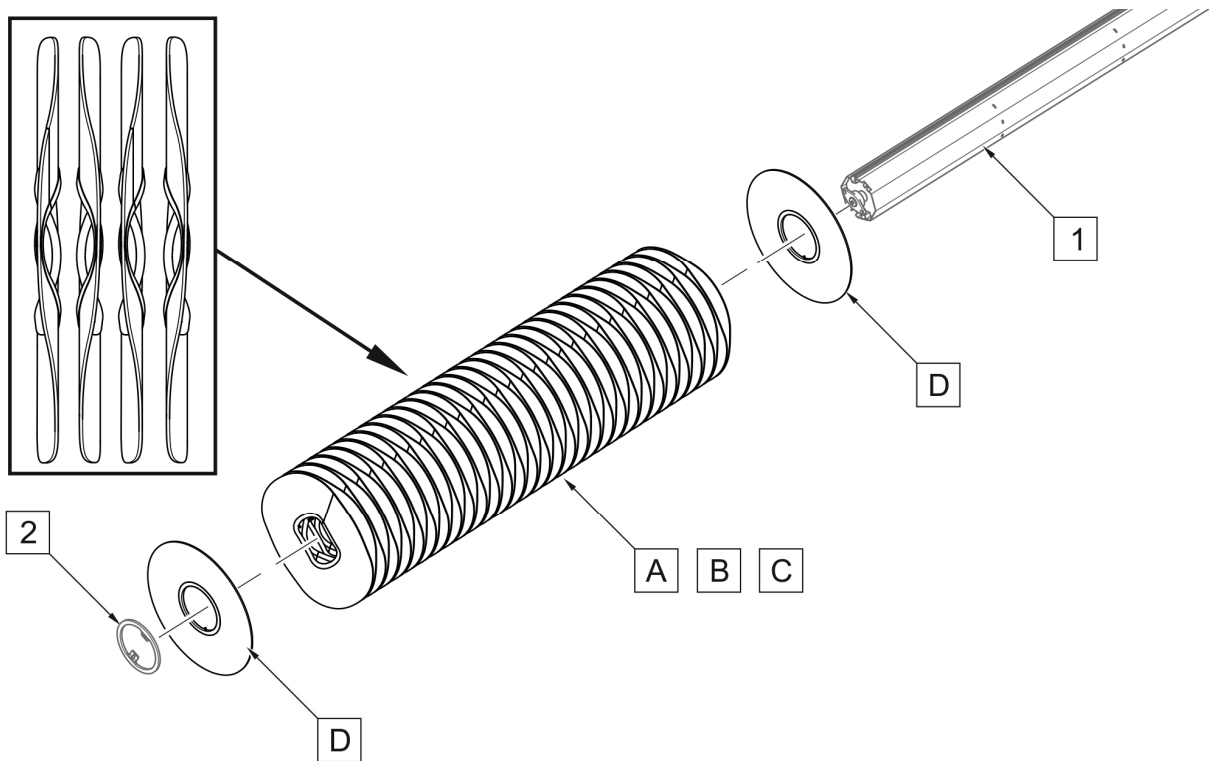

ABBILDUNG 5.9 Aufbau einer sog. „wabenförmigen“ Kehrwalze
Bei einer Kehrwalze aus gebogenen Segmenten (ABBILDUNG 5.9) muss bei der Montage auf der Welle mit einem geraden Außensegment (D) begonnen und geendet werden. Die gebogenen Segmente (A, B, C) müssen so montiert werden, dass sie ein wabenförmiges Muster bilden. Im Falle einer harten Bürste müssen die Segmente (A) und (C) abwechselnd montiert werden. Zwischen den Walzensegmenten keine Distanzringe anbringen. Wenn alle Segmente montiert sind, am Ende der Welle den Sicherungsring (2) anbringen. Eine Liste der Typen von gebogenen Segmenten befindet sich in (TABELLE 5.2)